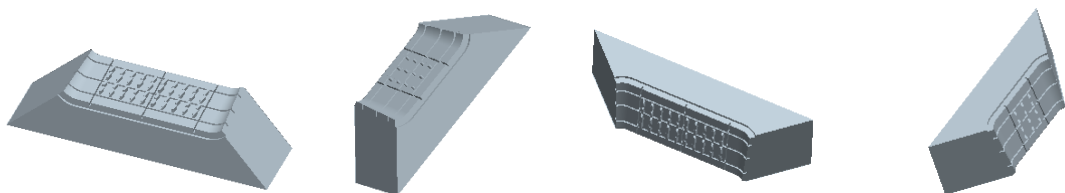

图 16.22 滑块体积块 1 图 16.23 滑块体积块 2 图 16.24 滑块体积块 3 图 16.25 滑块体积块 4
Step6. 系统弹出“属性”对话框, 在该对话框中单击 **着色** 按钮, 着色后的模型如图 16.22 所示, 然后在对话框中输入名称 **slide_vol_1**, 单击 **确定** 按钮。